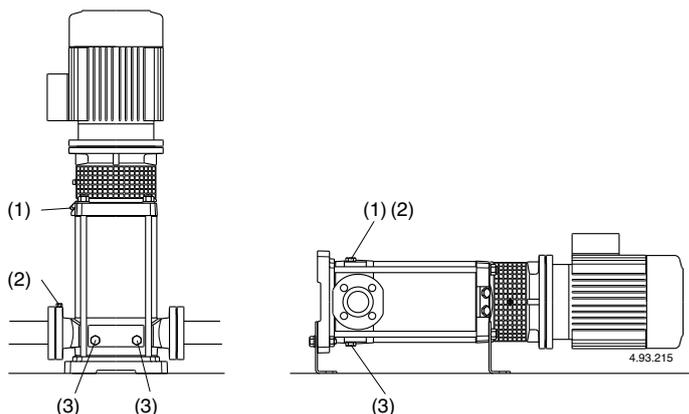

Fig. 3 (1) Fyllning samt luftskrav
Om den sugande funktionen upphör (tryckmanometern svänger eller om trycket minskar/ökar) se till att alla röranslutningar på sugsidan är täta, repetera avluftningen på sugsidan (2), se till att avluftningsskruven (2) samt dräneringspluggen (3) är täta på sugsidan (**fig. 3**).
För att förlänga livslängden skall pumpen som vid pumpning av förorenade vätskor köras med en ren vätska efteråt för att avlägsna partiklar eller, efter dränering genomförs rengöring genom att rent vatten (minst 40 liter) hälls in genom fyllnadspluggen (1) på trycksidan tills det kommer ut genom dräneringshålet (3) på sugsidan (**fig. 3**).
När pumpen ej användes skall denna avtappas helt om frysrisk föreligger. Avlägsna bägge pluggarna (14.12), (position 3, **fig 3**).
Före demontering skall alla ventiler stängas samt pumpen avtappas helt på vätska (**fig. 3**).